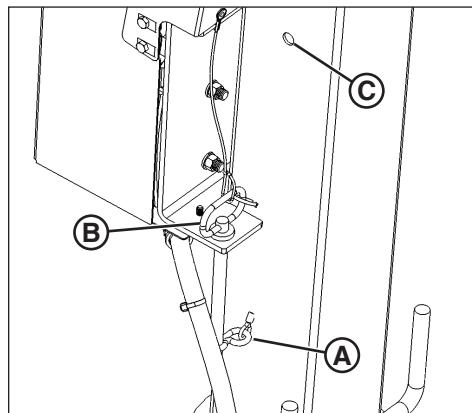

Figura 12
- Retire el pasador de retención (**A**, figura 12) y el pasador de bloqueo del mástil de la torre (**B**) del orificio de almacenamiento que se muestra en la figura 12. Inserte el pasador de bloqueo de la torre en el orificio de bloqueo (**C**) y fije con el pasador de retención.
Consulte la Figura 12.